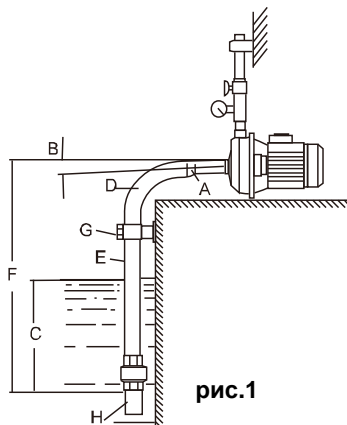

рис.1
- **правильная установка (рис. 1)**